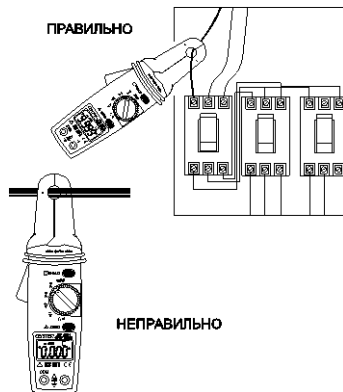

Рис. 6.1
- ✓ обхватывать клещами только один провод (см. рис. 6.1). Если обхвачено более одного провода результат измерения будет сильно искажен.